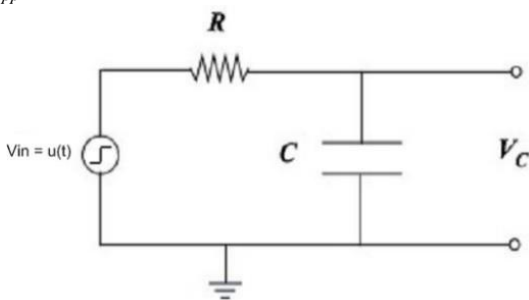

Figura 8: Circuito RC
1. Utilizando a placa de furos, monte o circuito RC mostrado na figura 8. Use, por exemplo, $R=10\text{ k}\Omega$, $C=10\text{ nF}$ e como tensão de entrada um sinal quadrado de frequência $\sim 500\text{ Hz}$ e $V_{pp}=8\text{ V}$.